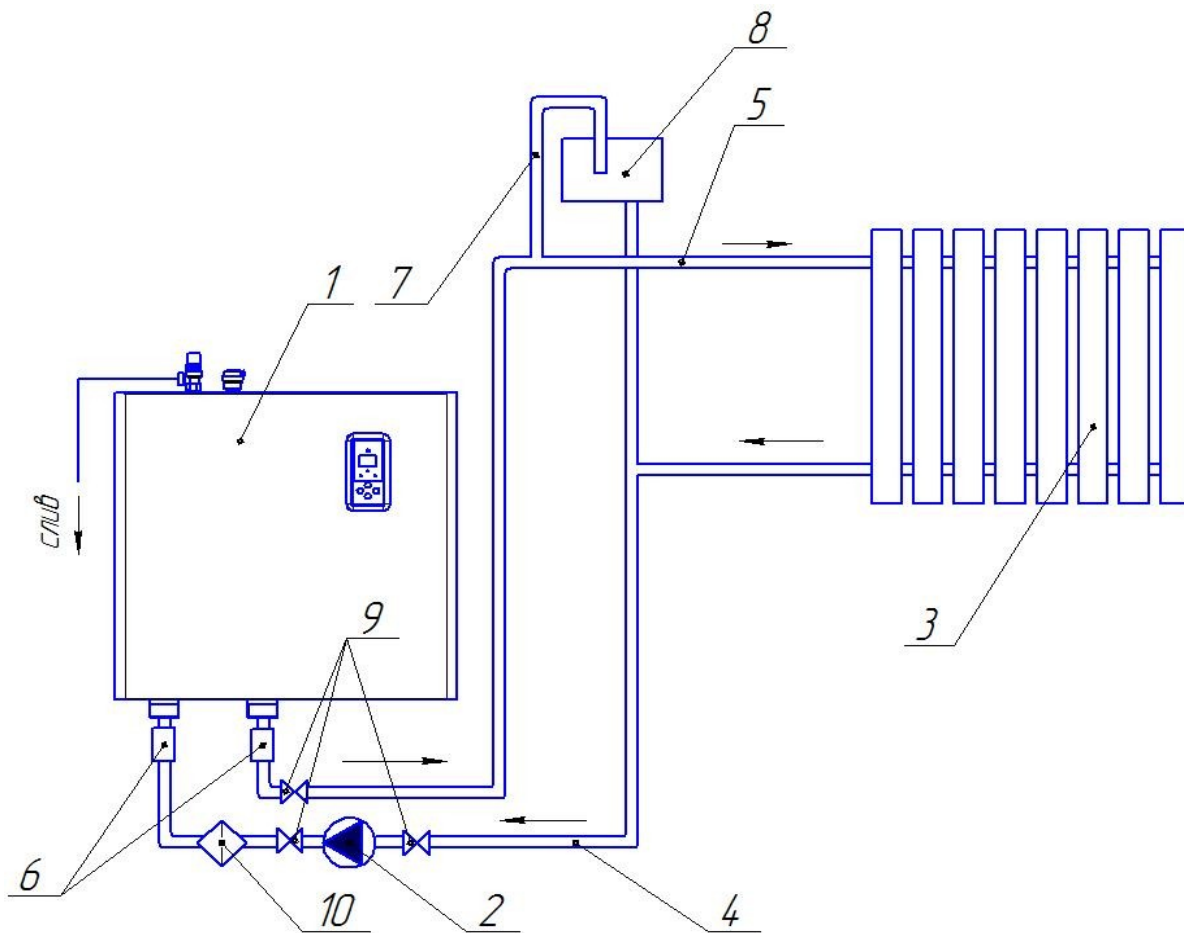

Рис.5 Упрощенная схема использования ЭВН-К в системе отопления (Вариант 1)
5.5.3 Подключить ЭВН-К к системе отопления (рис. 5 или 6).
7.1 Монтаж отопительной системы производится согласно **СНиП РК 4.02-42-2006**. В качестве нагревательного прибора 3 (см. рис.5 и 6) рекомендуется использовать радиаторы. Подсоединение ЭВН-К (1) к системе отопления осуществляется муфтами 6.
7.2 Система отопления (рис.5) открытого типа. В такой системе необходимо предусмотреть: